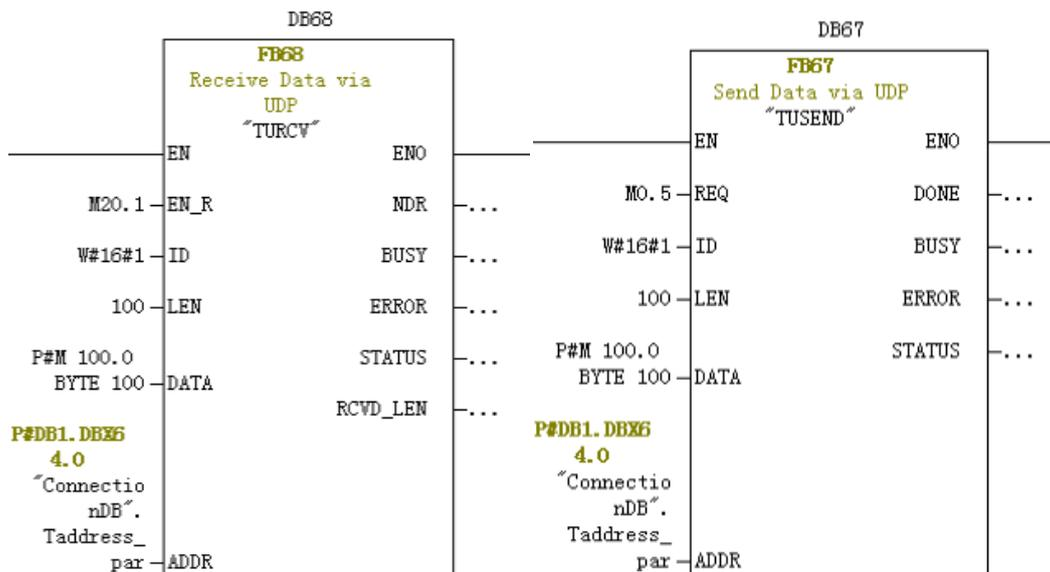

图 3-12 在 S7-300 中发送接收数据
3.12 连接关系建立后，调用“ TUSEND” 块和“ TURCV” 块发送和接收数据。发送数据块“ TUSEND” 在 REQ 上升沿时触发，接收块“ TURCV” 在 EN\_R 为 1 期间激活。ADDR 参数输入前面 DB1 中类型为 UDT66 的变量 Taddress\_para。如图 3-12 所示。